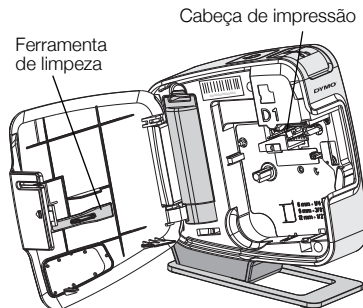

Figura 7
- 4 Remova a ferramenta de limpeza do interior da tampa. Consulte a Figura 7. Se você não tiver uma ferramenta de limpeza, entre em contato com a Assistência ao Cliente da DYMO (<http://support.dymo.com>).